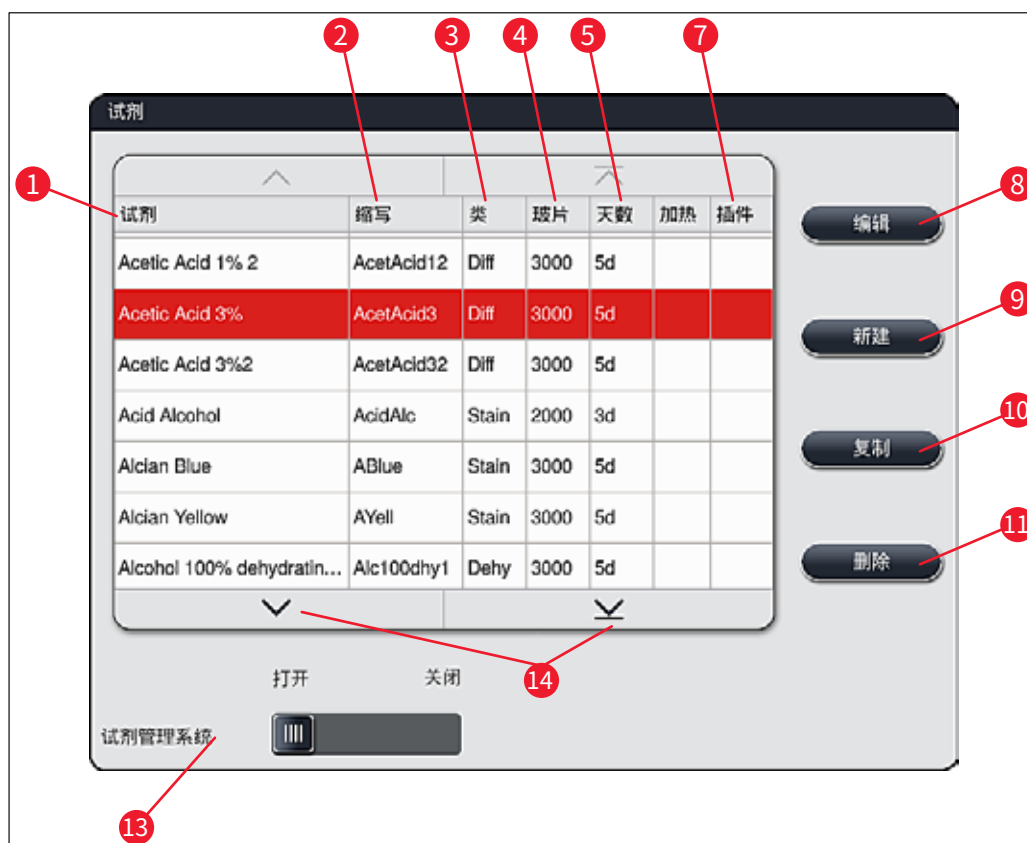

图 36
- 在试剂列表中点击,选择要复制的试剂 (→“图 36”),然后按下复制 (→“图 36-10”) 按钮。
- 在试剂列表中点击,选择要更改的试剂 (→“图 36”),然后按下编辑 (→“图 36-8”) 按钮。